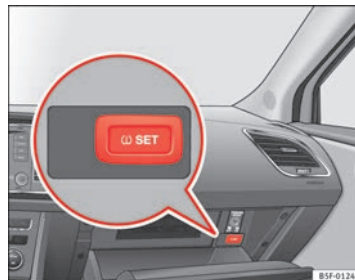

Fig. 147 Guantero: interruptor para el control de los neumáticos
- Memorice la nueva presión de inflado en el sistema Easy Connect con la tecla **CAR** y la tecla de función **Setup** ⇒ página 82 o bien a través del interruptor que se encuentra en la guantera* ⇒ fig. 147.